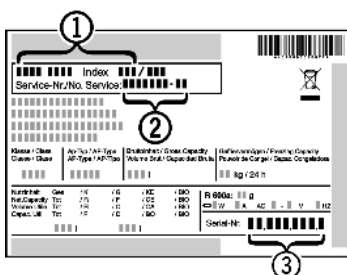

Fig. 15
- ▶ Z nazivne ploščice odčitajte oznako aparata Fig. 15 (1), servisno št. Fig. 15 (2) in serijsko št. Fig. 15 (3). Nazivna ploščica se nahaja na levi strani notranjosti aparata.
- ▶ Obvestite servisno službo in jim povejte, za kakšno napako gre, povejte pa tudi oznako aparata Fig. 15 (1), servisno št. Fig. 15 (2) in serijsko št. Fig. 15 (3).